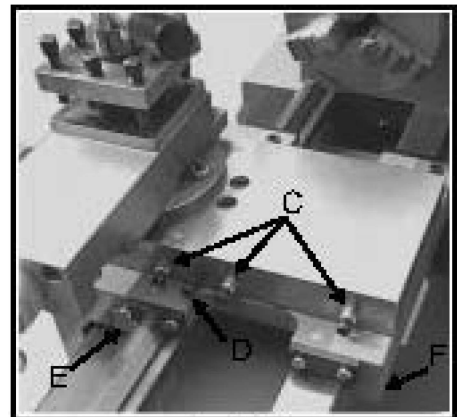

Fig. 25
2. Tvärslidens glidlist – Lossa muttrar, justera skruvar (C, Fig. 25) lätt medurs, dra åt. Lås med (D) för att förhindra axial rörelse vid bearbetning.